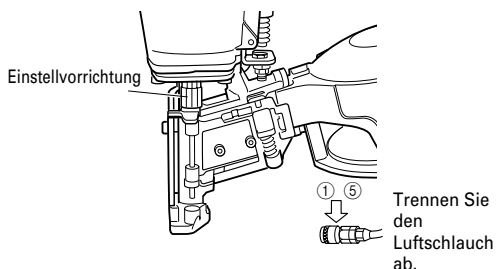

Abb. 8
- ① **TRENNEN SIE DEN LUFTSCHLAUCH VOM NAGLER AB. (Abb. 8)**